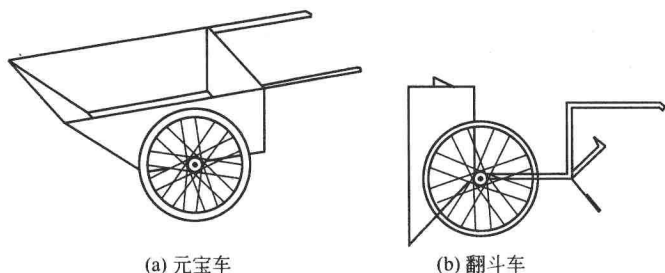

图 1-14 手推车
④ 手推车。手推车容量约 0.12m^3 ，轮轴总宽度应小于 900mm ，以便于通过室内门洞口。手推车用于运输砂浆、砖和其他散装材料，如图 1-14 所示。